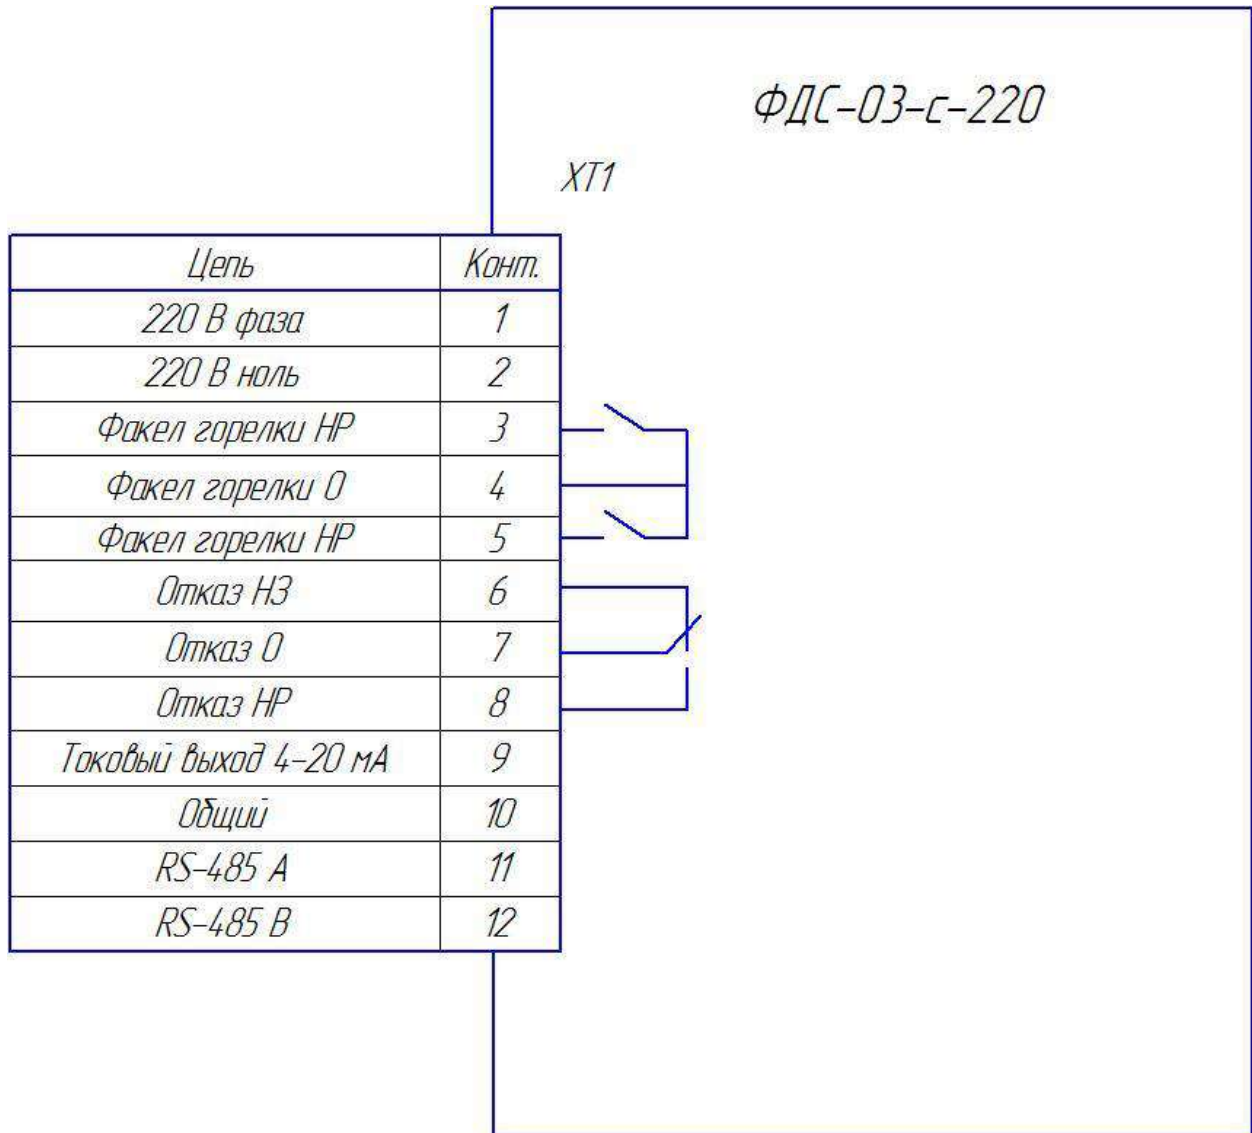

Рис.4 Схема подключения внешних цепей
Схема подключения внешних цепей представлена на рис.4.
8.1.3. Подключение фотодатчика производится в соответствии со схемой подключения внешних цепей Рис.2. и Рис.4.